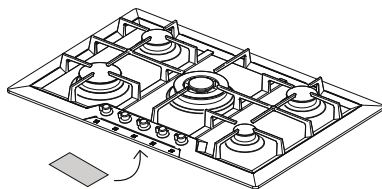

Рис. 1: положение идентификационной таблички
**Идентификационная табличка, с техническими данными, серийным номером и маркировкой находится под картером [Рис. 1].**